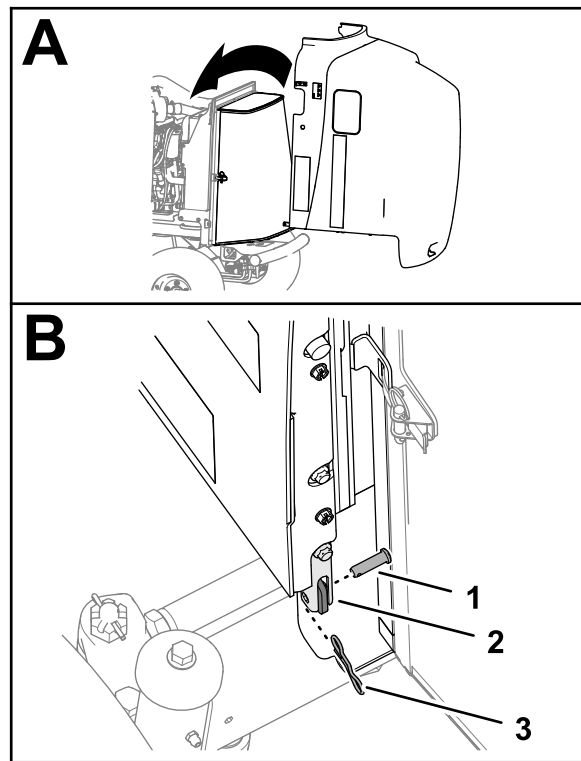

Bild 22
1. Richten Sie die Motorhaube an der Rückseite der Maschine aus (**Bild 22**).
2. Richten Sie die Löcher im Rahmenrohr der Motorhaube mit den Löchern in den Schwenkbügeln der Maschine aus (**Bild 22**).
3. Montieren Sie das Rahmenrohr der Motorhaube mit den beiden Gabelbolzen und den beiden Bügelstiften an den Schwenkbügeln (**Bild 22**).